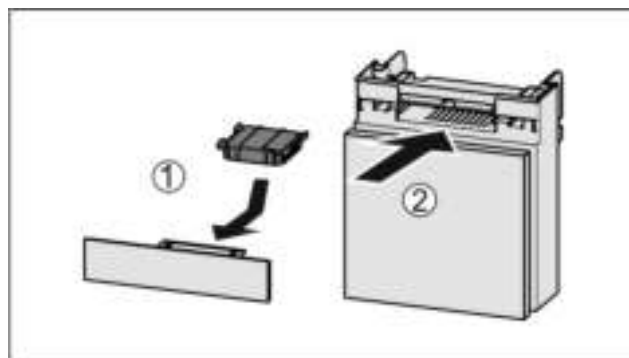

Fig. 42
- ▶ Actiefkoolfilter overeenkomstig afbeelding aanbrengen Fig. 42 (1).
- ▶ Lade erin schuiven Fig. 42 (2).